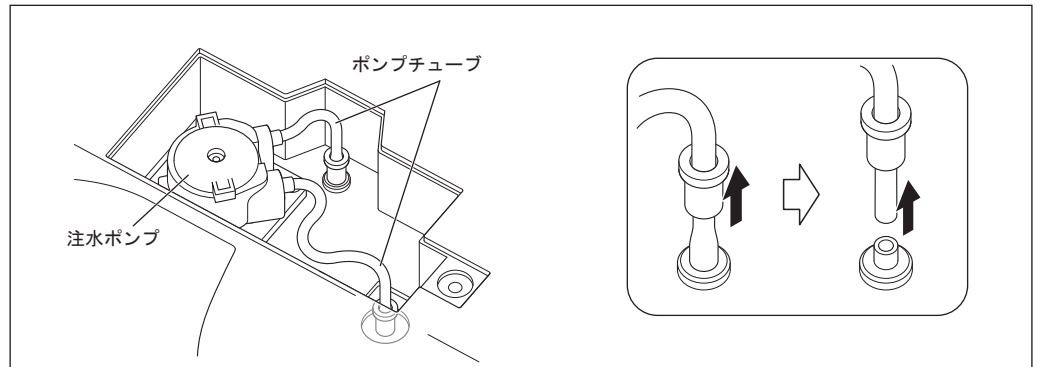

図52
- 3) ポンプチューブを2本、取り外します（図52）。
- 8) ポンプチューブを取り外すと逆の手順で取り付け、コネクタリングをコントロールユニットの奥までしっかり挿し込みます（図52）。